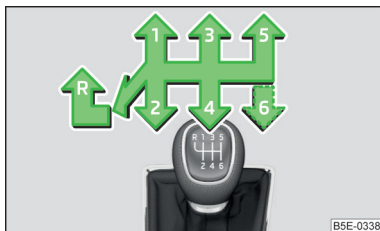

Abb. 137
Auf dem Schalthebel ist das Schaltschema für die einzelnen Gangstellungen dargestellt » Abb. 137.
- Den Schalthebel nach unten drücken, völlig nach links und dann nach vorn in **R**-Stellung stellen » Abb. 137.